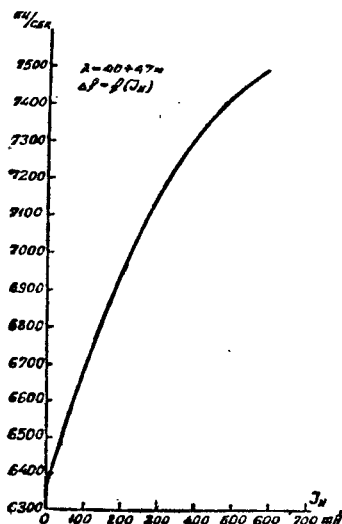

Рис. 5
2. Коротковолновый диапазон (40 ÷ 47 м). Изменение частоты контура (рис. 5) получено в пределах 1080 кГц/сек (14,4%).